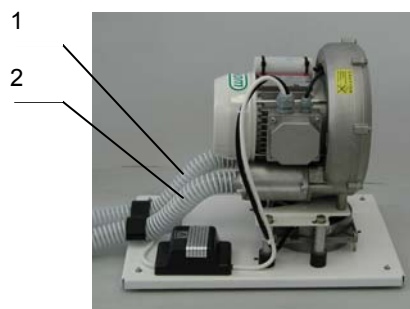

Рис.3
К отсасывающему агрегату (рис.3) присоединены два шланга для всасывания и выпуска. Шланги со входа (1) и выхода (2) агрегата подводятся к задней стенке шкафчика и выходят через заднее отверстие или подсоединены к трубопроводу в полу. Всасывающий шланг присоединен к распределительной сети электроприбора (дентальной установки), а выходной шланг подсоединен к распределительной сети, находящейся вне рабочего пространства пользователя.